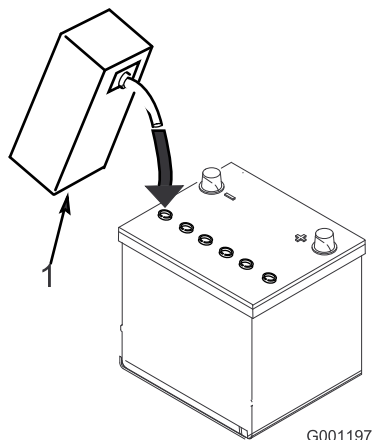

Figura 6
3. Encha cuidadosamente cada célula com electrólito até as placas estarem cobertas com cerca de 6 mm de fluido (Figura 6).
4. Aguarde aproximadamente 20 a 30 minutos para que as placas fiquem embebidas em electrólito. Se necessário, volte a colocar electrólito até ficar cerca de 6 mm acima do fundo do depósito de enchimento (Figura 6).